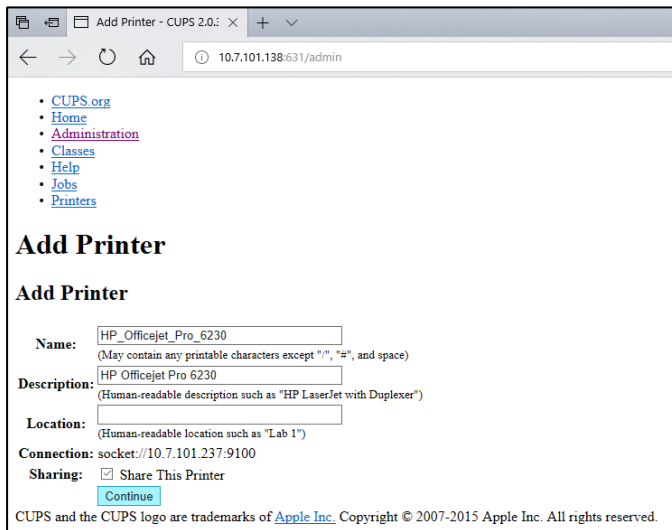

Figura 79. Tela Add printer (Adicionar impressora).
5. Selecione Share this printer (Compartilhar esta impressora) e pressione Continue (Continuar) (Figura 79, página seguinte).